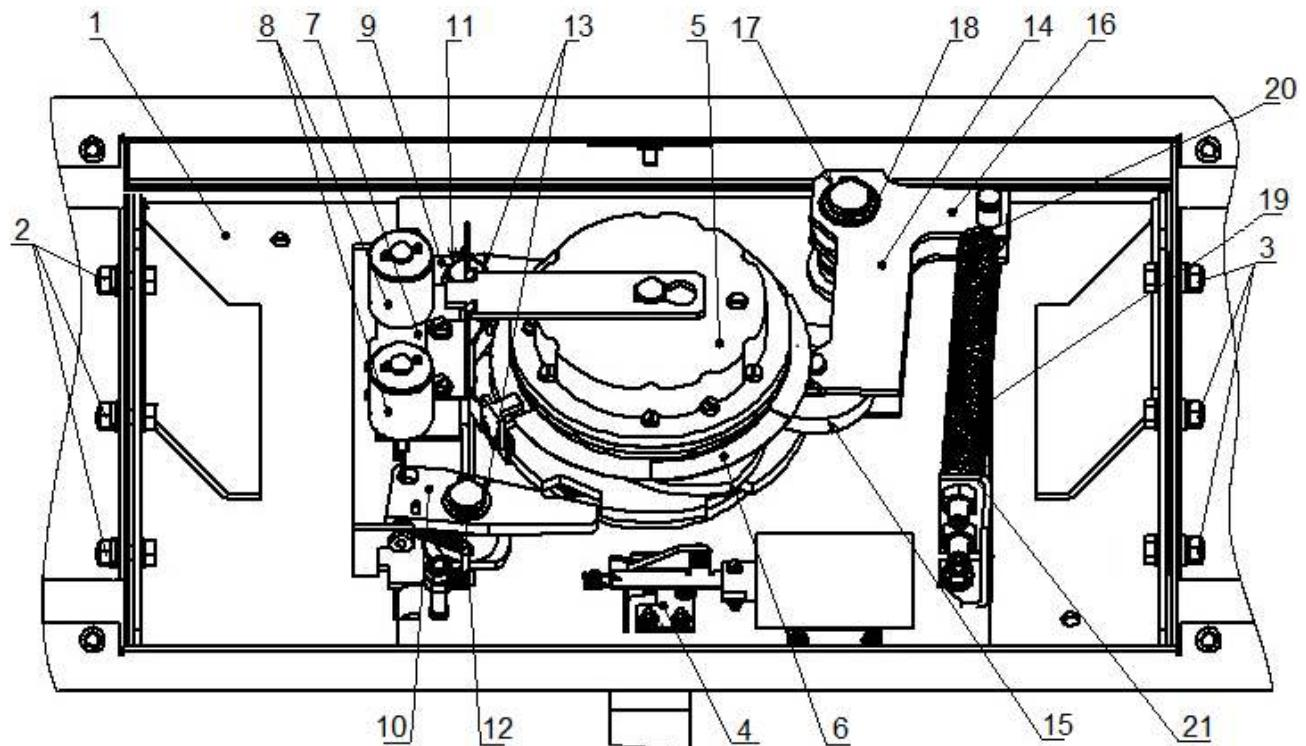

Рисунок 24. Узел вращения преграждающих планок турникета.
4. Снимите основную крышку (2) турникета в порядке, указанном в разд. 6, и положите ее на ровную устойчивую поверхность.
6. Осмотрите узел вращения преграждающих планок турникета (см. рис. 24): устройствоворота (толкатель, пружины и ролик), оптические датчики поворота преграждающих планок и демпфирующее устройство.
7. Удалите чистой ветошью, смоченной спирто-бензиновой смесью, возможное загрязнение с поверхности кольца контрольного (6, рис. 24), находящегося в зазоре оптических датчиков поворота преграждающих планок.
- смазкой **Chain and Rope Lube Spray - WEICON** оси вращения рычага толкателя (17, рис. 24) ролика (15, рис. 24) и стопоров (11, 12, рис. 24);
- смазкой **Chain and Rope Lube Spray - WEICON** детали механизма аварийного открытия прохода (4, рис. 24).
- смазкой **ШРУС-4** точки крепления пружин поворота (20, 21, рис. 24),
12. Проверьте крепление преграждающих планок (5) в шарнирных узлах турникета и, при необходимости, подтяните крепежные винты.
15. Установите на место основную крышку (2) в порядке, обратном снятию, и зафиксируйте ее ключом.